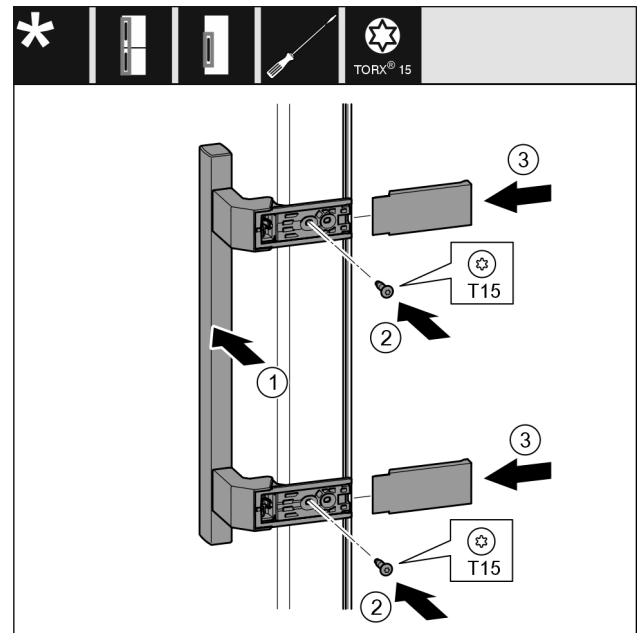

Fig. 35
- Griff Fig. 35 (1) auf der Gegenseite ansetzen.
- Schrauben Fig. 35 (2) mit Schraubendreher festschrauben.
- Abdeckungen Fig. 35 (3) seitlich ansetzen und aufschieben.